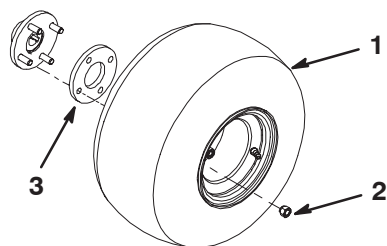

Figure 2
1. Retirez les (8) écrous de fixation de l'arrière de l'aérateur à l'emballage.
2. Fixez une roue à chaque moyeu avec (4) écrous (Fig. 2). Serrez les écrous à 61–75 Nm.